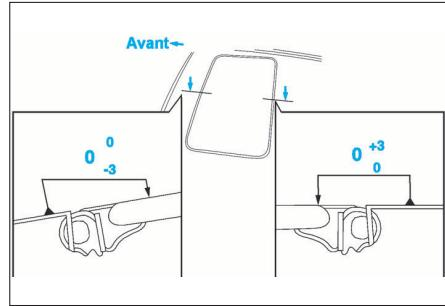

FIG. 55
- Relever la cote d'affleurement aux positions indiquées sur la figure (Fig.55).